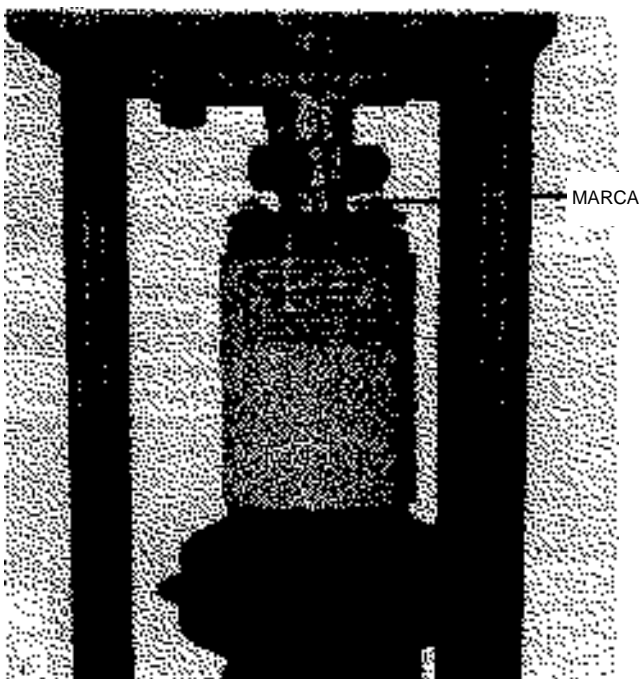

Figura 7.
- A. Ubique la marca que se encuentra en la varilla de contactos móviles en la parte superior del interruptor, Figura 7.